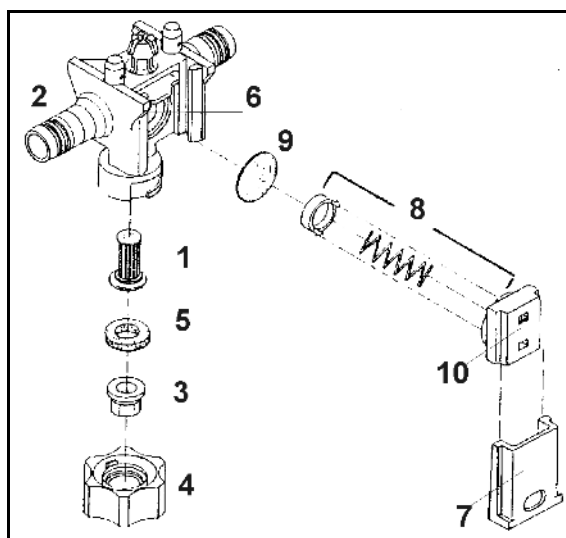

Fig. 201
- Rengør slangefiltrene (Fig. 201/1) hver 3.-4. måned alt efter anvendelsesforholdene.